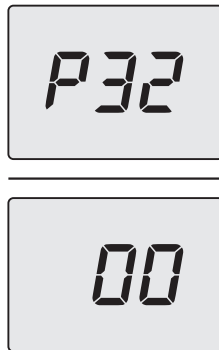

Figura 5.39
- Scorrere i vari parametri utilizzando i tasti 49 (indietro) o 51 (avanti) fino a far apparire sul display LCD le lettere **P32** che si alternano con il valore del parametro (Figura 5.39).